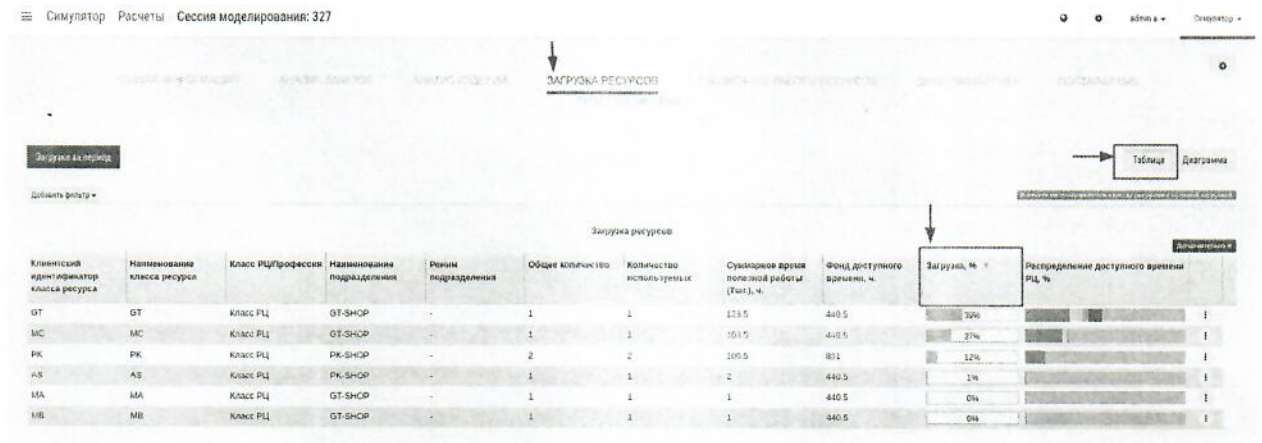

Рисунок 4.47
- в виде таблицы (рисунок 4.47);